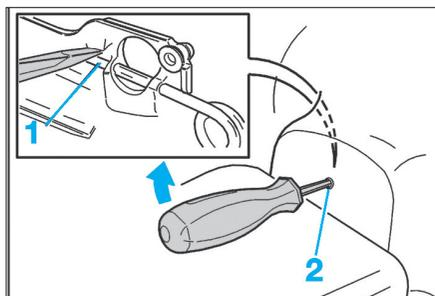
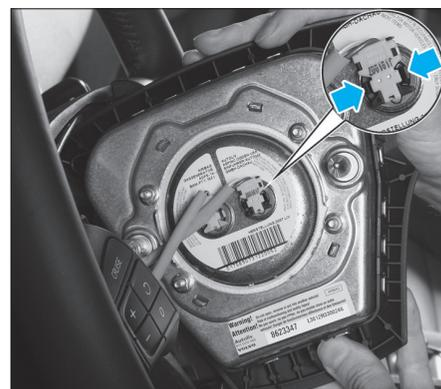

FIG. 1
FIG. 2
- placer la pointe du tournevis contre l'extrémité du ressort (1) (Fig.1)
- faire lever sur le tournevis contre le bord supérieur de l'orifice (2) afin que l'extrémité du tournevis enfonce le ressort jusqu'à ce qu'il libère la fixation de l'airbag
- Débrancher les 2 connecteurs des câbles d'alimentation (Fig.2).